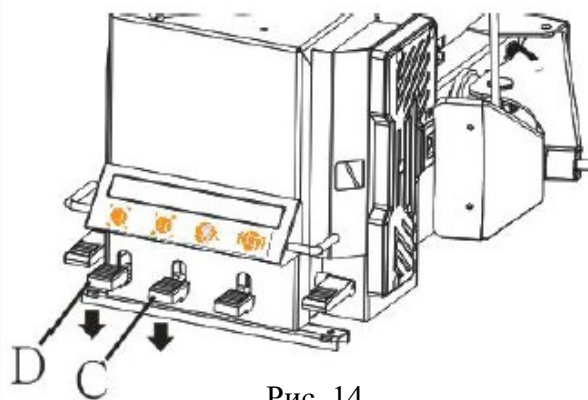

Рис. 14
> см. рис. 14: 1- Лубрикатор; 2- Воздухоочиститель; 4-Манометр.
- Нажмите педаль разжима кулачков С изнутри или нажмите педаль D для зажима обода снаружи (рис. 14)